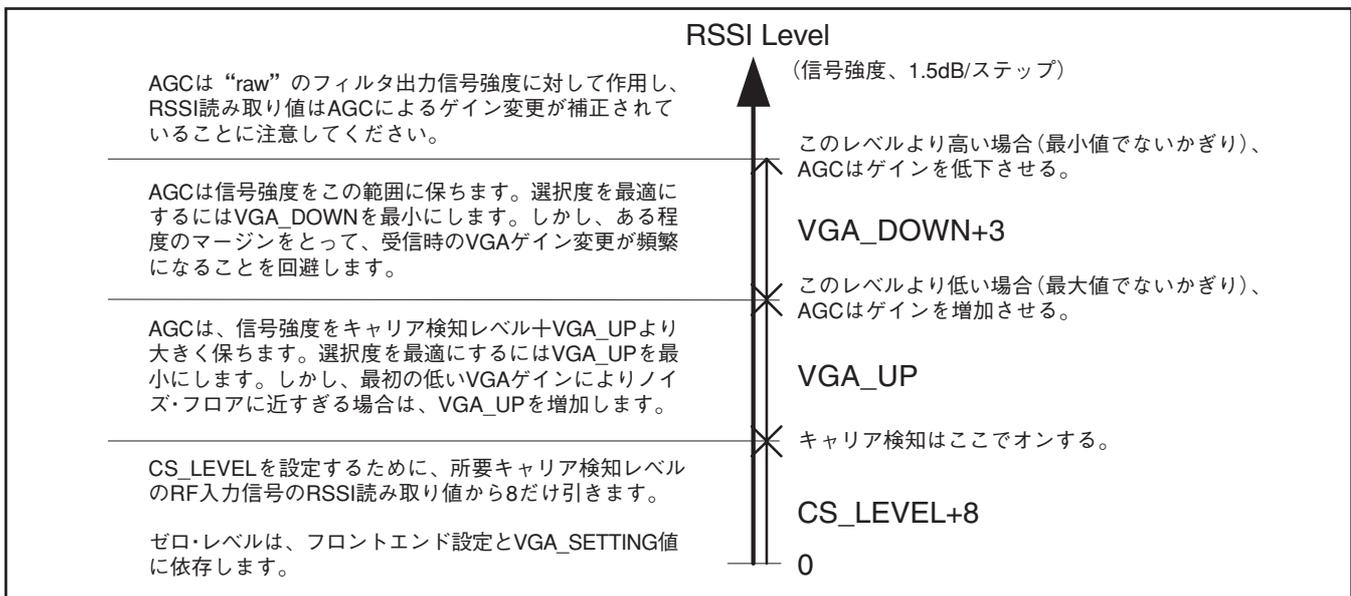

図 18. RSSI, キャリア検知レベル, およびAGC設定(CS\_LEVEL, VGA\_UPとVGA\_DOWN)の関係
デジタルRSSIがADC後の信号強度の測定に使用されます。VGA4レジスタのCS\_LEVEL[4:0]ビットが、ゲイン制御(およびキャリア検知レベル)の名目の動作点設定に使用されます。さらに詳しい解説が図18にあります。
5. 必要であれば、図18の解説にしたがってVGA\_UPとVGA\_DOWNの設定を調整します。
CS\_LEVEL[4:0]は、この特定のVGA\_SETTING[4:0]値についての閾値を設定します。VGA\_SETTING[4:0]が変更された場合、CS\_LEVEL[4:0]は同じ絶対値のキャリア検知閾値を維持するように変更される必要があります。RSSI、AGCおよびキャリア検知の各設定関係の解説を図18でご覧ください。